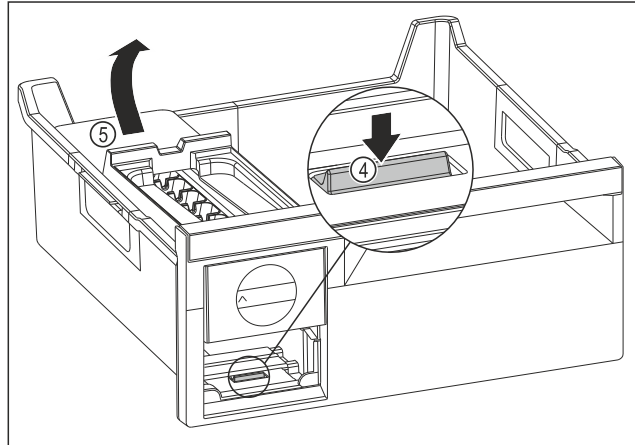

Fig. 79
- ▶ Scoaterea corpului EasyTwist-Ice: Apăsați eclisa Fig. 79 (4) cu degetele în jos și concomitent cu cealaltă mână ridicați corpul EasyTwist-Ice Fig. 79 (5) din spate.